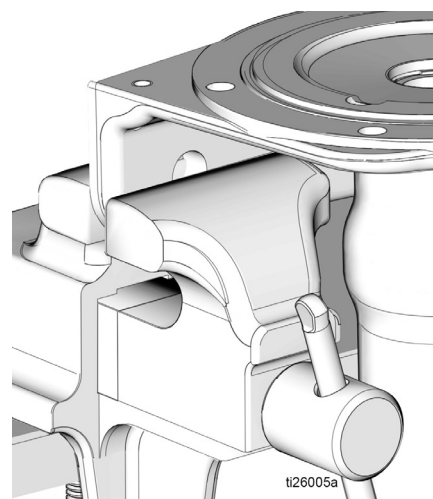

FIG. 26
18. Riposizionare la base della pompa (1) in una morsa come mostrato in FIG. 26.